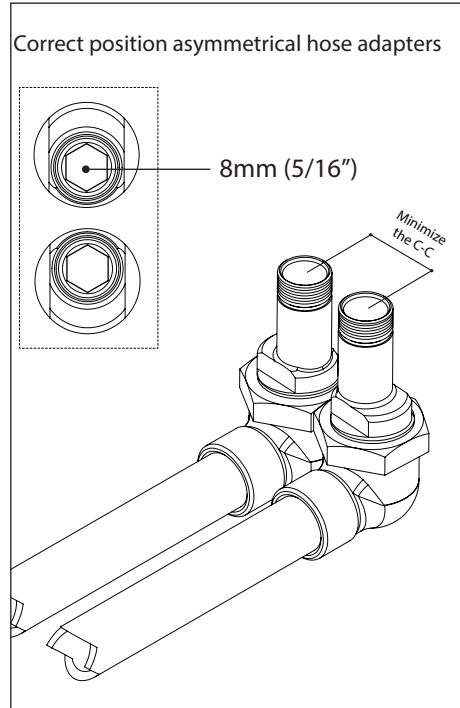

Fig.2
Separate the adaptors from the hoses by unscrewing the nut (4) (fig.2) while pulling-out at the same time (until the thread is engaged). Referring to fig.2, install the asymmetrical hose adaptors to the supply-pipes inlets. Be aware you can also use 8mm (5/16") Allen Keys to thread the adaptors in place. For a trouble-free installations bring the 2 hoses adaptors as close from one another as possible. The max C-C which can be accommodated is 23mm (15/16").
Séparer les adaptateurs des alimentations flexibles en dévissant leurs écrous (4) (fig. 2) tout en exerçant une traction (jusqu'à ce que le pas de vis soit engagé).
Se référant à la fig.2, installer les adaptateurs asymétriques sur les arrivées d'eau chaude et froide. Vous pouvez aussi utiliser une clé Allen 8mm (5/16") pour fixer les adaptateurs en place. Pour une meilleure installation positionner les deux adaptateurs pour qu'ils soient aussi proche que possible.